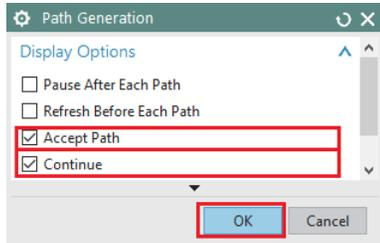
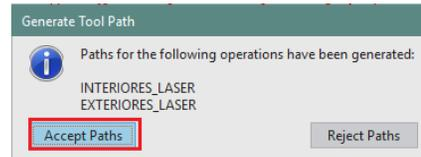

Figura 3.42 Path Generation
Figura 3.43 Generate Tool Path
- Una vez generadas las trayectorias de la herramienta aparecerá **Path Generation** (Figura 3.42), en donde sólo se seleccionarán las últimas dos opciones, Seguido a ello aparecerá Generate Tool Path (Figura 3.43) y solo hay que dar click en **Accept Paths**.